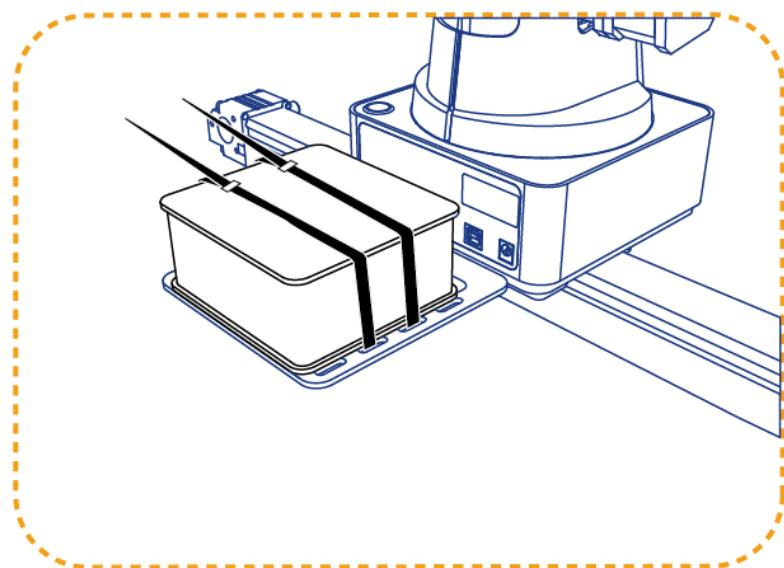

图 5.187 固定气泵
2. 用扎带将气泵盒固定在固定板c，如图 5.187所示。并连接机械臂，气泵盒与机械臂的连接请参见5.2.1 安装吸盘套件。